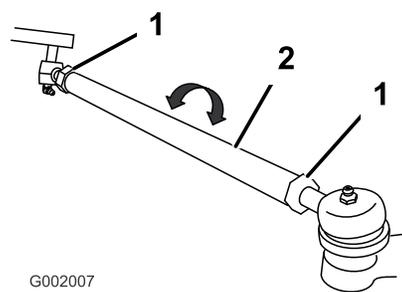

图46
5. 如果测量值超出规定的范围应松开横拉杆两端的锁紧螺母图46。